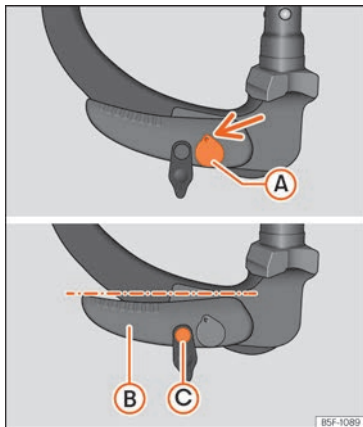

Abb. 294 Ruheposition: Stellung von Hebel und Entriegelungsbolzen
- Der Schlüssel (A) » Abb. 294 befindet sich in entriegelter Position [der gelochte Teil des Schlüssels zeigt nach oben].
- Der Hebel (B) » Abb. 294 befindet sich in der unteren Position.
- Der Entriegelungsbolzen (C) kann bewegt werden » Abb. 294.